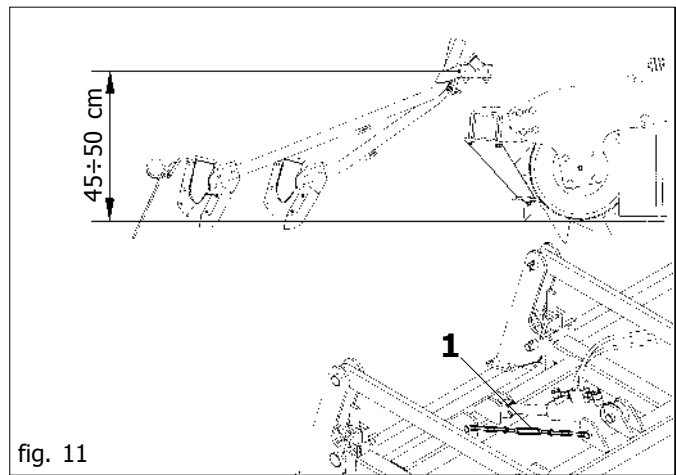

fig. 11
- 2) Après avoir réglé l'outil en fonction des conditions de travail désirées (profondeur de travail du sol, usure des dents, etc.), il faut positionner la barre de semis à une hauteur du sol comprise entre 45 e 50 cm (Fig. 11) en réglant le fin de course inférieur à l'aide du tendeur de la chaîne (1 Fig. 11).
- 5) Vérifier la longueur des tuyaux de descente des semences: au cours de l'ensemencement, éviter la formation de courbes et de pliages et, par conséquent, de ruptures. Au besoin, adapter les tuyaux en modifiant leur longueur selon fig. 11.